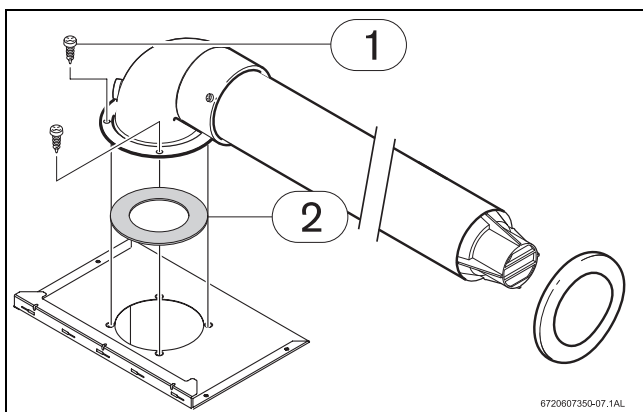

Fig. 12 Diaphragme
Les diaphragmes utilisés doivent toujours être appropriés à l'installation, de façon à garantir un rendement et une combustion optimale. Se reporter à la Fig. 12 pour l'installation et aux tableaux 10 et 11 pour le choix du diaphragme.
- ▶ Démontez les vis de fixation (→Fig. 12, [1]).
- ▶ Positionner le diaphragme (→Fig. 12, [2]) entre l'adaptateur et l'appareil.
- ▶ Fixer à nouveau l'adaptateur à l'appareil au moyen des 4 vis (→Fig. 12, [1]).